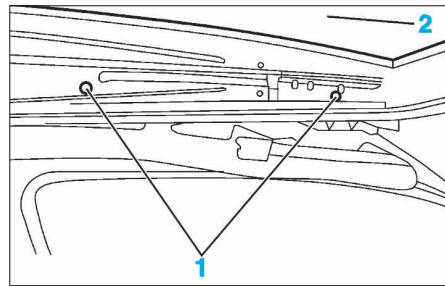
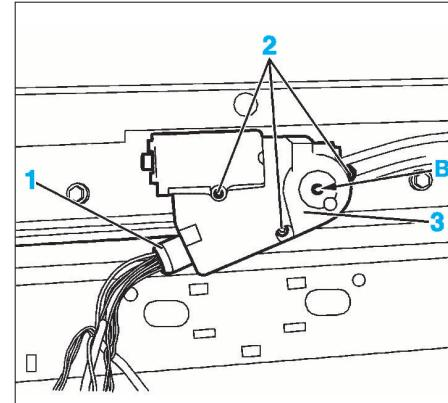

FIG. 54
FIG. 58
- Toit ouvrant fermé, déposer (Fig.54) :
- les vis (1)
- le panneau mobile de toit ouvrant (2).
- Effectuer le réglage de l'affleurement à l'avant puis à l'arrière, en agissant sur les vis (1) (Fig.54).
- Serrer les vis (1) à 0,45 daN.m.
Dans le cas d'une panne électrique, fermer le toit ouvrant à l'aide d'une clé six pans en (B) (Fig.58).
- Débrancher le connecteur (1).
- Déposer les fixations (2) puis le moteur (3).